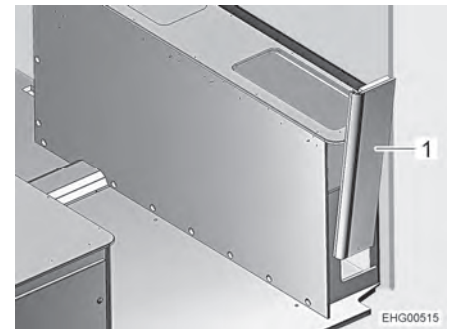

Bild 122 Bettkasten rechts, Seitenwand
- Seitenwand (Bild 122,1) unter leichten Rüttelbewegungen nach oben abnehmen.